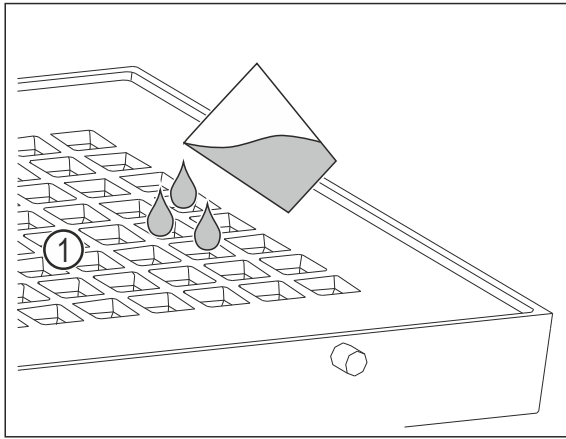

Fig. 122
- ▶ Maximal 400 ml Wasser über die Löcher Fig. 122 (1) in der Abdeckung einfüllen.